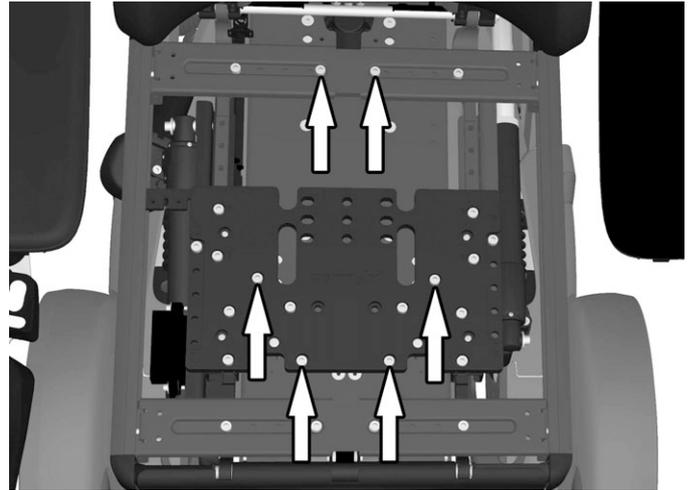
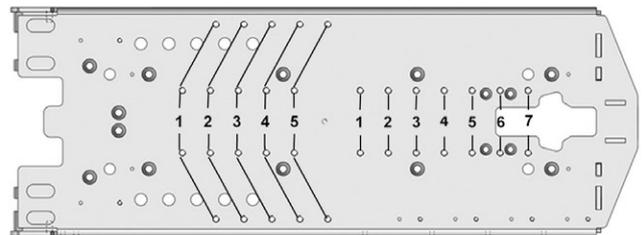

Abbildung 140. Der Sitz ist mit sechs Schrauben montiert.
Abbildung 141. Die verschiedenen Einbaulagen.
2. Die sechs Schrauben entfernen, die den Sitz halten. Siehe Abbildung. 140. Je nach Sitztiefe kann der Sitz in verschiedenen Lochbildern montiert werden. Siehe Abbildung. 141.